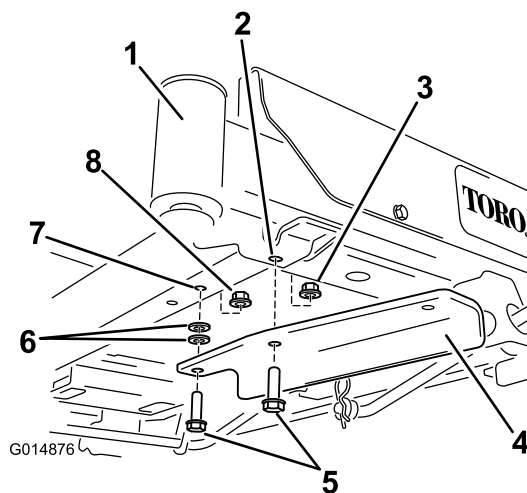

Figura 6
- Máquinas sin pedal de elevación asistida: sujete el soporte usando dos pernos (3/8" x 1 1/4"), dos arandelas y dos contratuercas (3/8") (Figura 6).